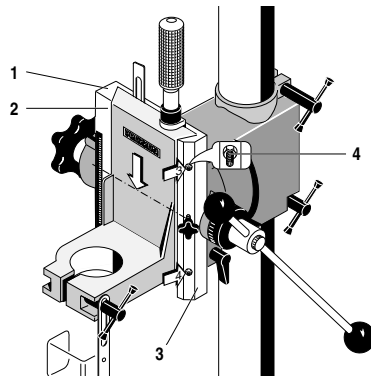

Fig. 9
1. Салазки **1** (рис. 9) установить точно в положение „Mitte“, («Центр») по направляющей **2**.
2. Ослабить контргайки юстировочного винта на направляющей **3** и **4** салазок (рис. 9), равномерно ввинтить все юстировочные винты, пока не будет выбран зазор; затем снова затянуть контргайки.